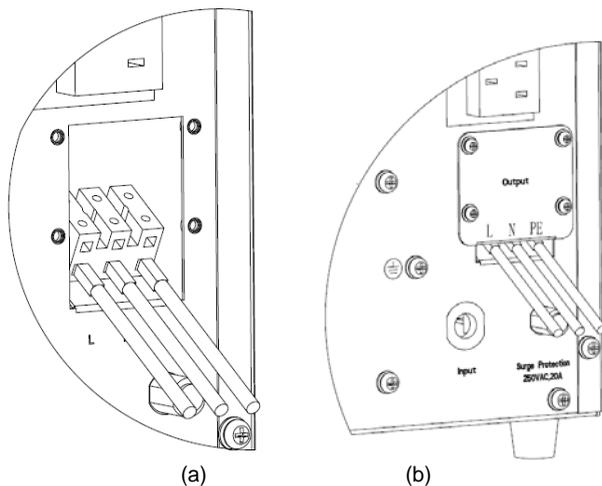

Рис.3 Выходная клемма 3kVA
- 2). Используйте провода AWG14 для подсоединения клеммы согласно Рис.3 (а)
- 4). Верните крышку на заднюю панель в соответствии с Рис.3 (b).